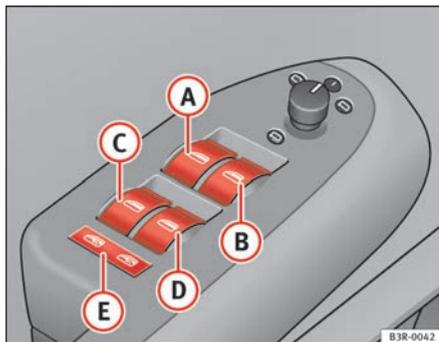

Fig. 80 Detalle de la puerta del conductor: Mandos
- Ⓐ Conmutador ⇒ fig. 80 para la ventanilla de la puerta del conductor
Con el interruptor de seguridad ⇒ página 115, fig. 80 **E** es posible desconectar los interruptores de las puertas traseras. Sólo cuando este interruptor está bajado será posible abrir y cerrar las ventanillas desde los asientos traseros.